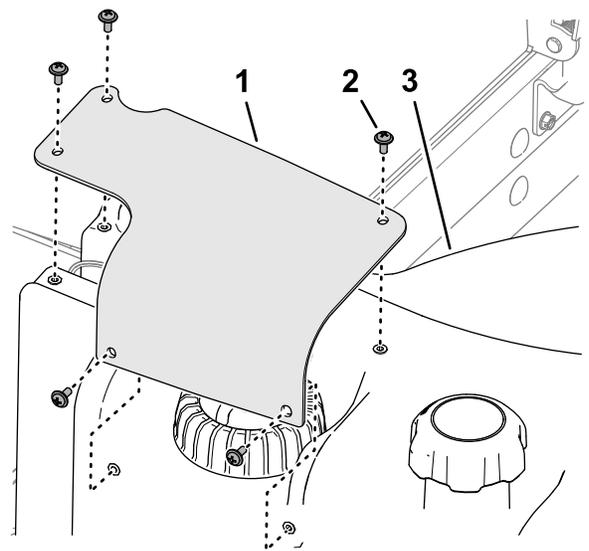

图 95
7. 将燃油发送器盖上的孔与油箱上的孔对齐然后用 5 颗十字头螺丝将盖固定到油箱上图 95。